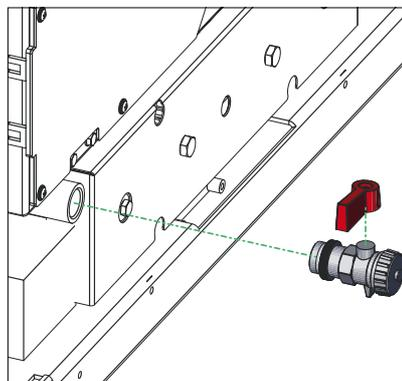

Fig. 22 Avvitare il rubinetto di riempimento e svuotamento e reinserire la maniglia
- ▶ Avvitare il rubinetto di riempimento e svuotamento sul lato destro sotto la caldaia. Infilare nuovamente l'impugnatura – Fig. 22.